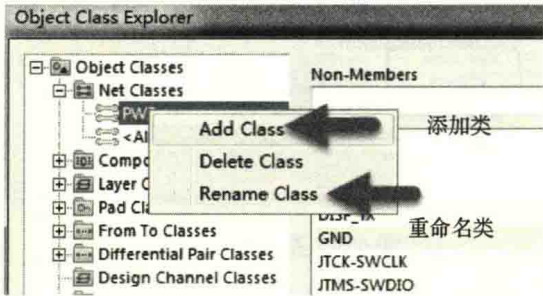

图 9-3 添加类与重命名类
(1) 执行菜单命令“Design-Class”（快捷键“DC”），进入类管理器，选中“Net Classes”。
(2) 在“Net Classes”上单击鼠标右键，可以创建（添加）类、删除类和重命名类，如图 9-3 所示，这里添加一个类，并命名为“PWR”。